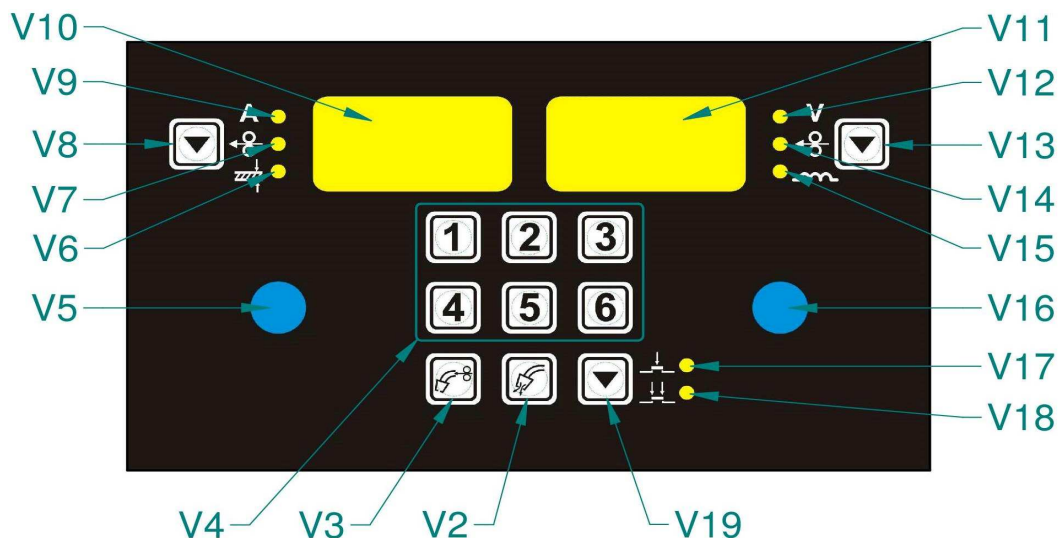

Abb.7 Steuertafel
1. Stecken Sie den Gasschlauch auf den Anschluss an der Maschine (Abb. 7, Pos. **F9**).
3. Drehen Sie an der Stellschraube (Abb.7. Pos.**F7**) an der unteren Seite des Reduktionsventiles solange bis der Strömungsmesser (Abb. 7, Pos. **F6**) die gewünschte Durchströmung anzeigt. Jetzt können Sie den Knopf wieder loslassen. Der optimale Durchströmungswert ist 10-15l/Min.